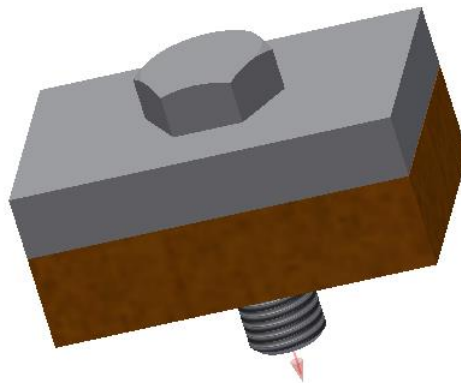

Рис. 3.51. Совмещение осей объектов
6. Нажмите на кнопку «Вставка»  для совмещения осей отверстия и болта (рис. 3.51). Нажмите кнопку «Применить».